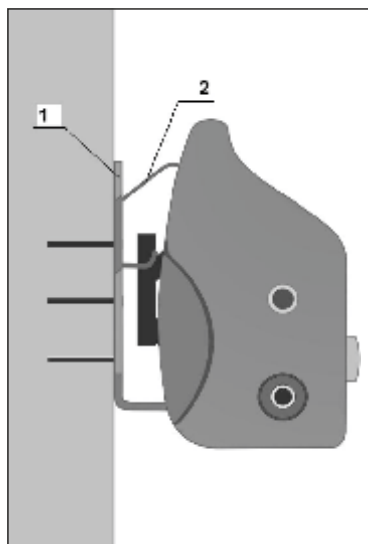

Рис. 1
4.4. Крепление аппарата в стационарном и транспортном варианте производится на вертикальную поверхность (стена, перегородка и т.п.) с помощью кронштейна 1 (рис.1).